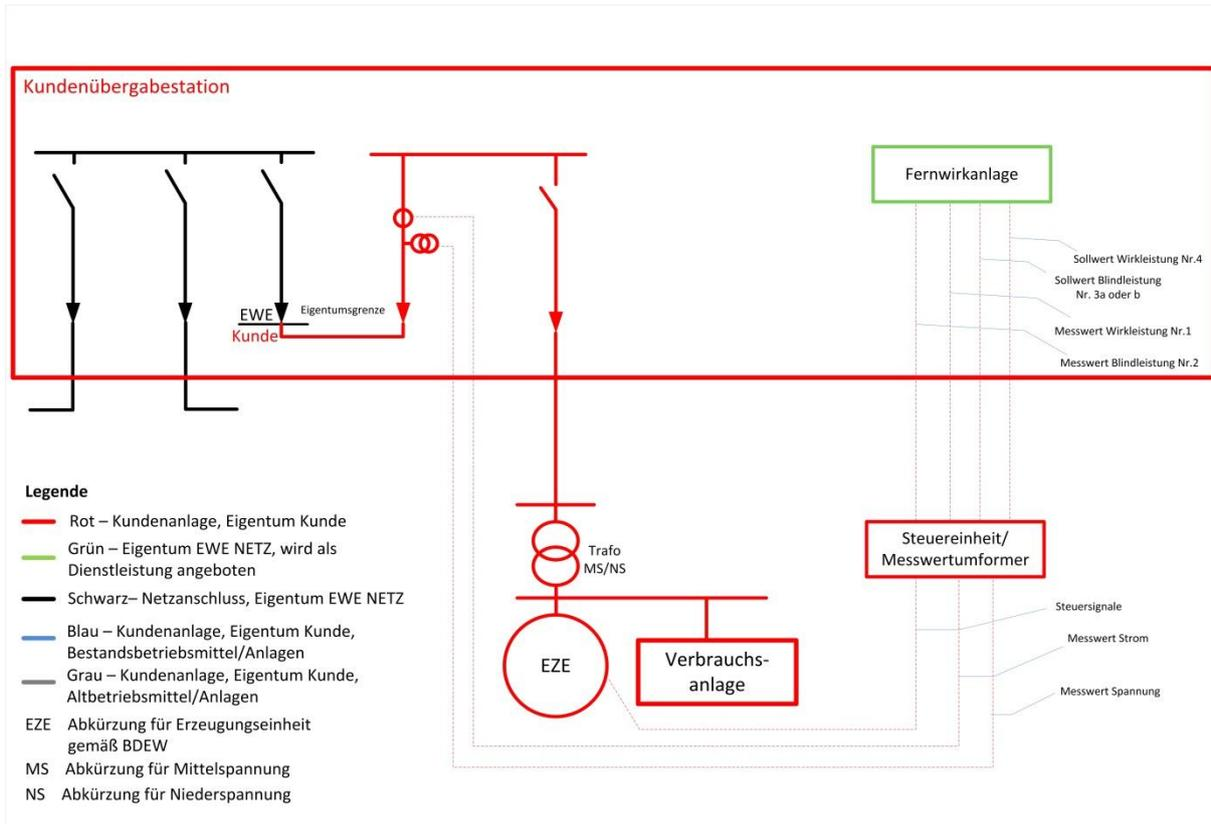

Bild 11: Signalübertragung bei einer Erzeugungsanlage mit einer Erzeugerart und Verbrauchsanlage
**Hinweis Bild 11:** Sie möchten Ihre Bezugs bzw. Verbrauchsanlage erweitern und am selben Netzanschlusspunkt eine Erzeugungsanlage mit einer Erzeugerart neu installieren? Dann müssen Sie dabei folgendes beachten und in Ihrem Regelkonzept oder Anlagenplanung berücksichtigen: